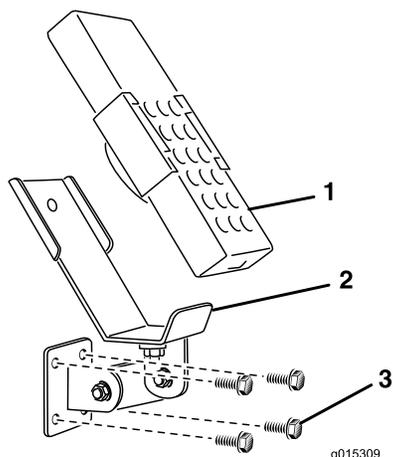
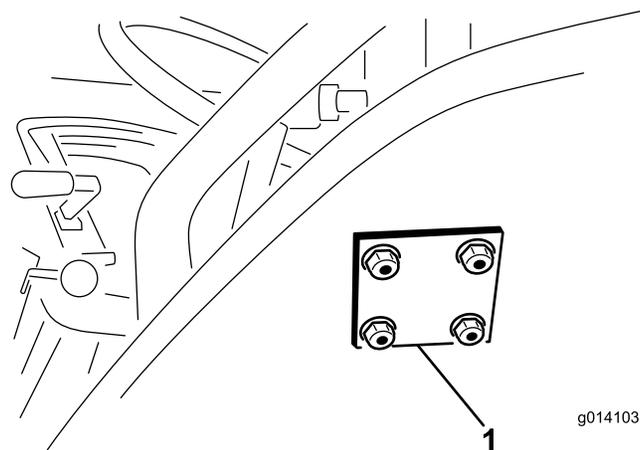

Figura 12
Figura 13
3. Utilizzando la piastra di supporto come modello, individuate, contrassegnate e praticate (4) fori di 11/32 poll (0,87 cm) di diametro sulla superficie di montaggio del veicolo trainante.
4. Installate la staffa di montaggio e la piastra di supporto con (4) bulloni a testa flangiata da 5/16 x 1-1/2 poll. e dadi di bloccaggio flangia (Figura 12 e Figura 13).